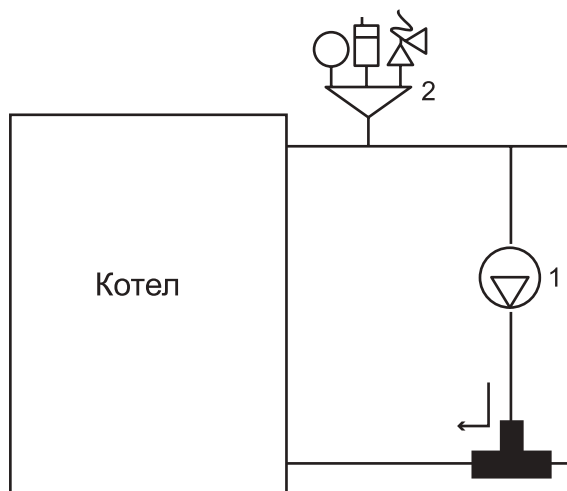

Рис. 10
- На линии подачи теплоносителя в непосредственной близости от котла необходимо устанавливать группу безопасности (поз. 2, рис. 10). Группа безопасности включает в себя такие элементы, как манометр, автоматический воздухоотводчик и аварийный сбросной клапан.